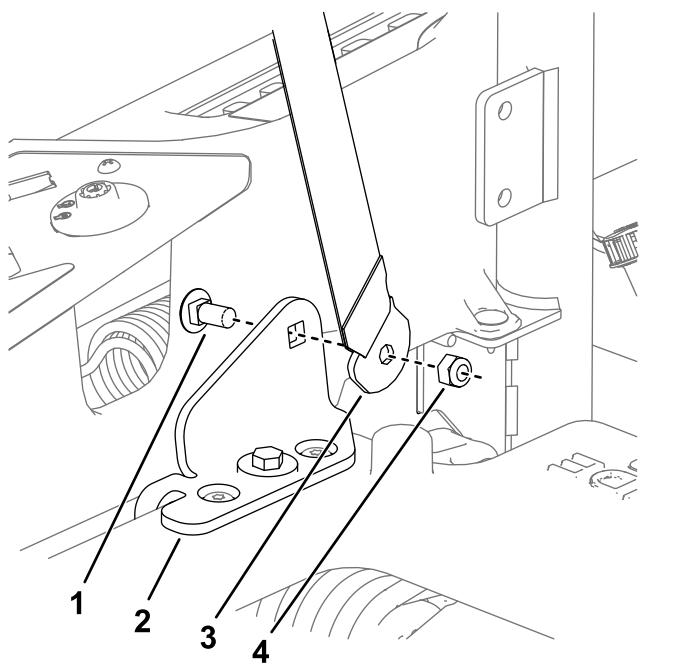

Bild 11
5. Befestigen Sie das Sicherheitsgurtschloss und die Sicherheitsgurtzunge mit zwei Schlossschrauben (7/16" x 1") und zwei Sicherungsmuttern (7/16") an den Sicherheitsgurthalterungen, wie in Bild 11 dargestellt.